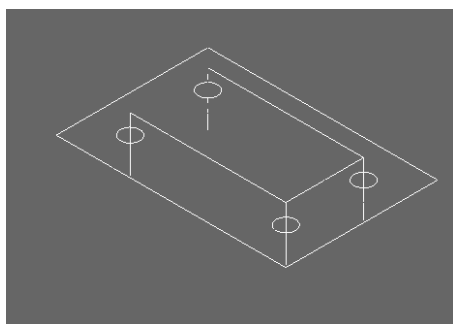

图 1-41 钻孔刀具路径模拟
5) 在“操作管理员”对话框中单击“刀具路径模拟”，钻孔刀具路径如图 1-41 所示。将本例保存为“钻孔 1.mc9”文件。